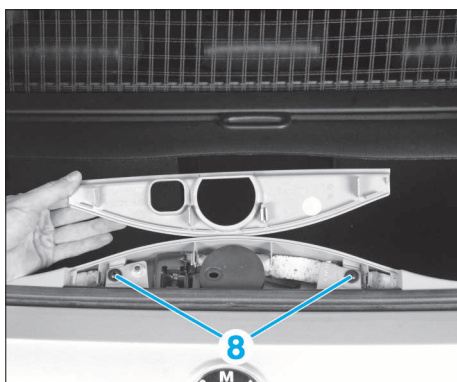

FIG. 88
- Déposer les vis (8) (Fig.88).